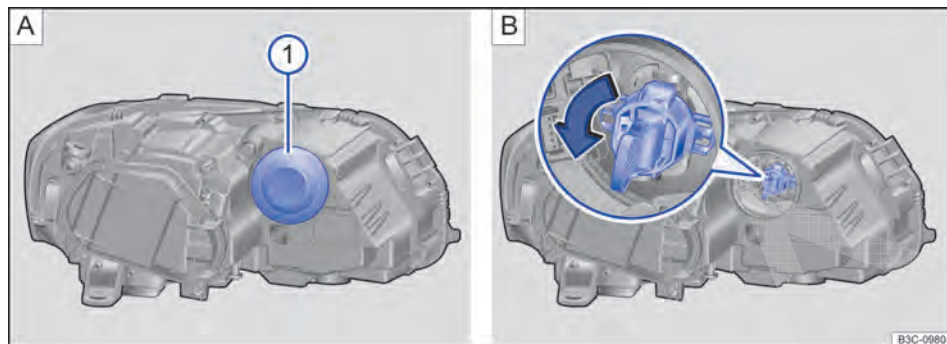

Fig. 273 No compartimento do motor: cobertura do indicador de direção do farol dianteiro esquerdo.
3. Remover a cobertura de borracha ⇒ Fig. 273 A ① na parte traseira do farol.
4. Girar e retirar o suporte da lâmpada no sentido da seta ⇒ Fig. 273 B.
9. Colocar o suporte da lâmpada e girar contra o sentido da seta ⇒ Fig. 273 B de volta para a posição original.
10. Colocar a cobertura de borracha ⇒ Fig. 273 A ①.